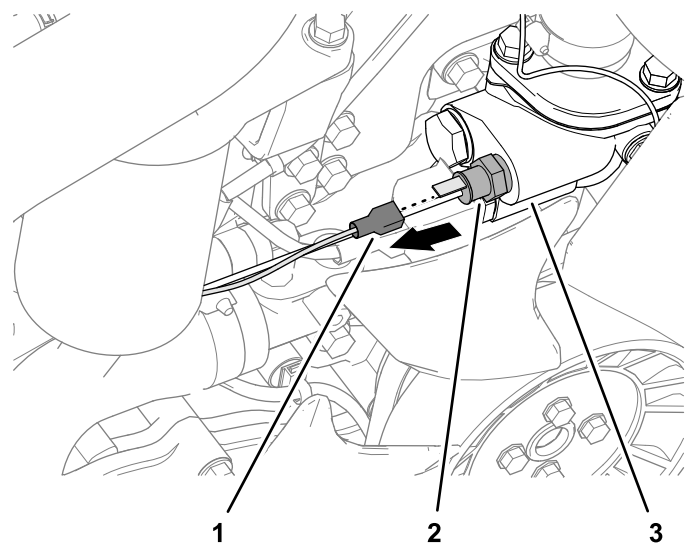

Figure 22
1. Débranchez la borne femelle de la sonde de température du liquide de refroidissement (Figure 22).